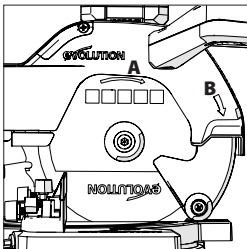

Abb. 27
Stellen Sie sicher, dass der Richtungspfeil auf dem Sägeblatt (A) mit dem in den Uhrzeigersinn zeigenden Pfeil auf dem oberen Sägeblattschutz (B) übereinstimmt (Abb. 27).